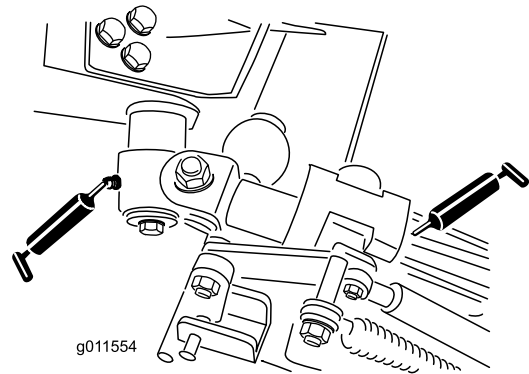

Figure 49
- 2 bagues de pivot d'axe coudé (Figure 49)
- 4 bagues de bras arrière (Figure 49)